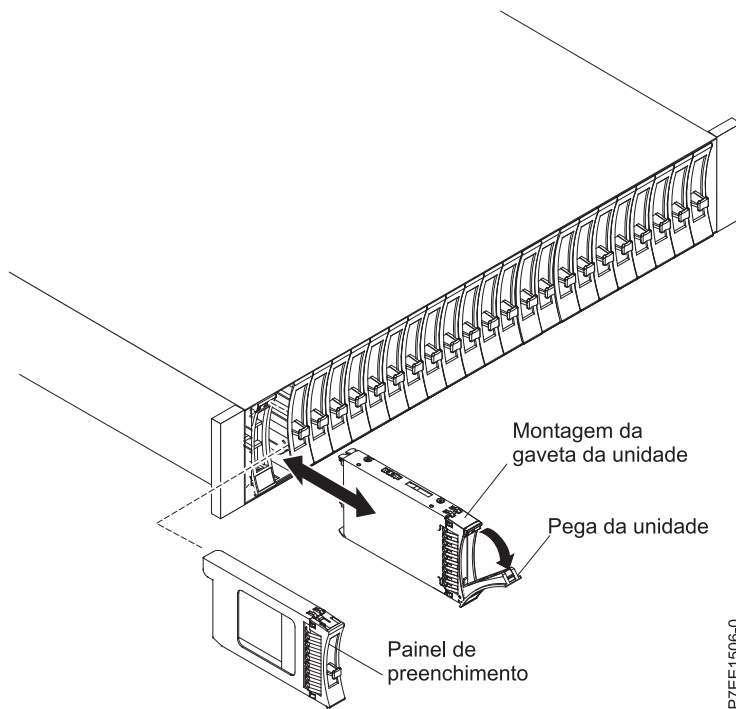

Figura 29. Remover uma unidade do 5887 suporte de unidades de disco
4. Segure a parte anterior da unidade e puxe-a para fora da ranhura, certificando-se de que suporta a parte inferior da unidade como mostrado na Figura 29 na página 32.